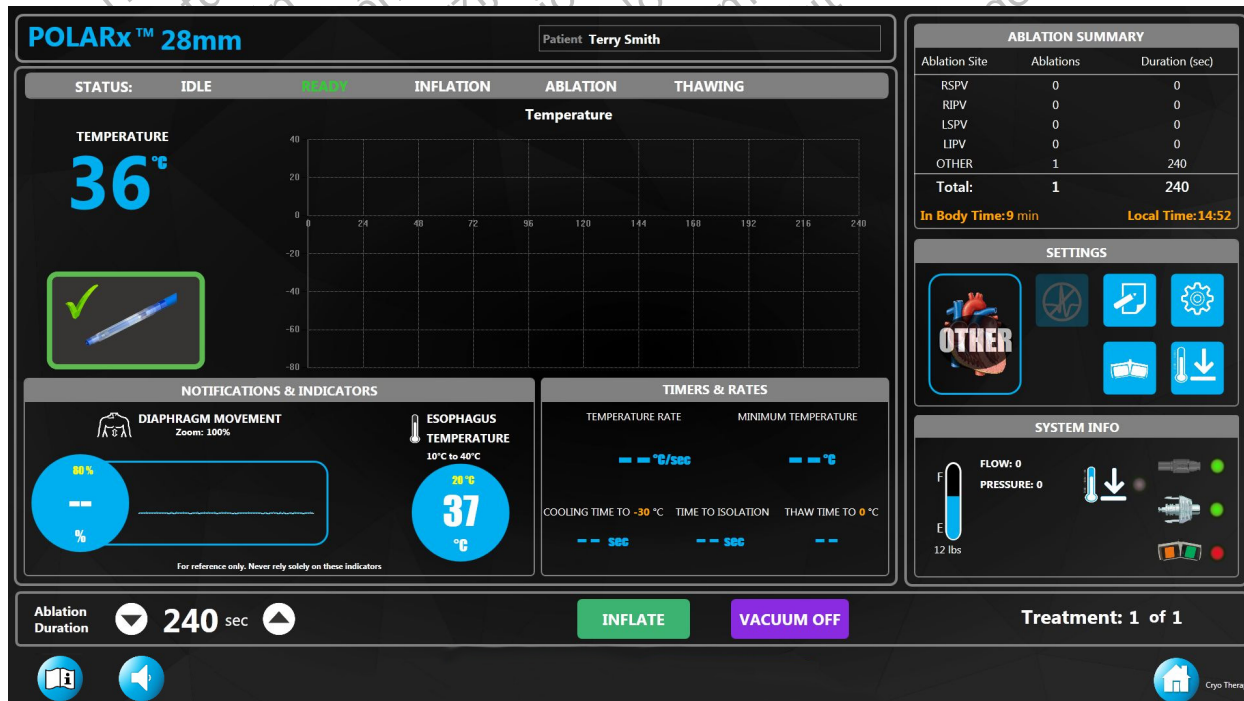
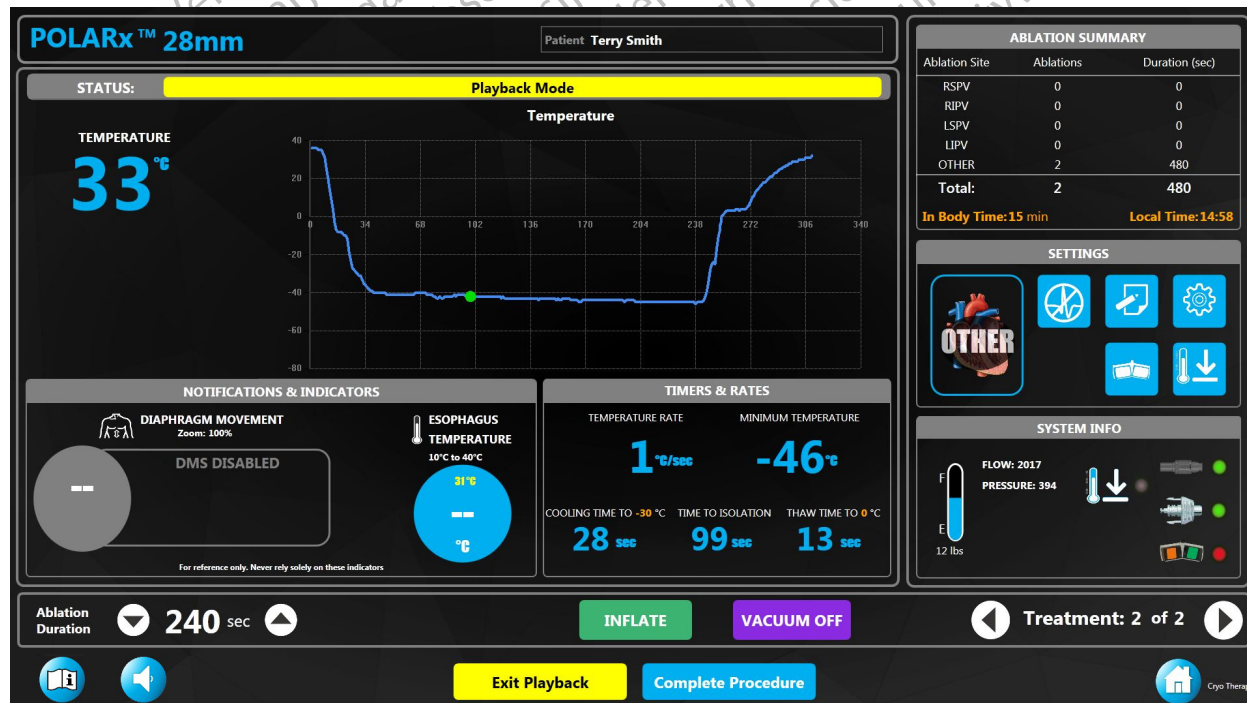

Figura 15. Estado READY (Pronto)
Figura 16. Modo de revisão
- Surge o botão PLAYBACK (Revisão), que permite rever os dados das ablações anteriores. Prima o botão PLAYBACK (Revisão) para entrar no Playback Mode (Modo de revisão), apresentado na Figura 16.
- Utilize as setas de Treatment (Tratamento) (Figura 16) para apresentar dados de tratamentos anteriores dentro do procedimento atual.
1. Quando o tratamento estiver concluído, prima o botão Complete Procedure (Concluir procedimento) no ecrã de Therapy (Terapia) (Figura 15) ou no ecrã de Revisão (Figura 16).